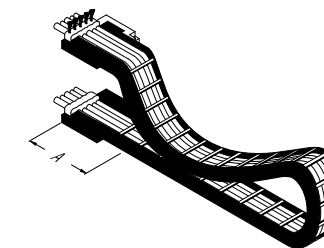

Fig. 2
- en cadenas de arrastre largas deslizantes, solamente en el extremo del arrastrador (→ Fig. 2).